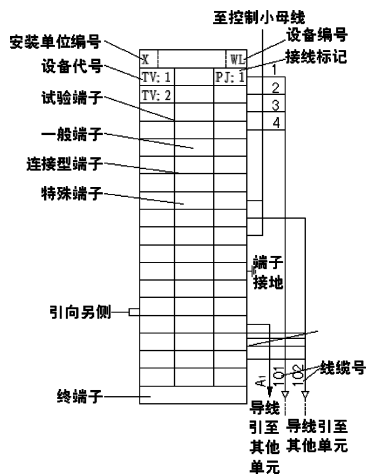

图 15-5 端子接线图
(1) 单元接线图。它是表示成套装置或设备中一个结构单元内的各元件之间的连接关系的一种接线图。这里所指“结构单元”是指在各种情况下可独立运行的组件或某种组合体，如电动机、开关柜等。
(2) 互联接线图。它是表示成套装置或设备的不同单元之间连接关系的一种接线图。
(3) 端子接线图。它是表示成套装置或设备的端子以及接在端子上外部接线（必要时包括内部接线）的一种接线图，如图 15-5 所示。
(4) 电线电缆配置图。它是表示电线电缆两端位置，必要时还包括电线电缆功能、特性和路径等信息的一种接线图。